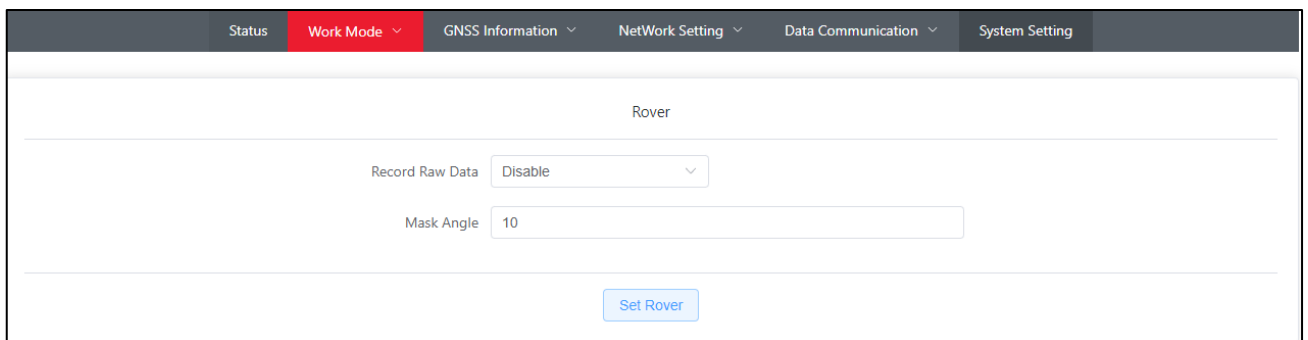

Figura 3-3-1
- Certifique-se de que a opção “Rover” está selecionada, conforme mostrado na Figura 3-3-1.